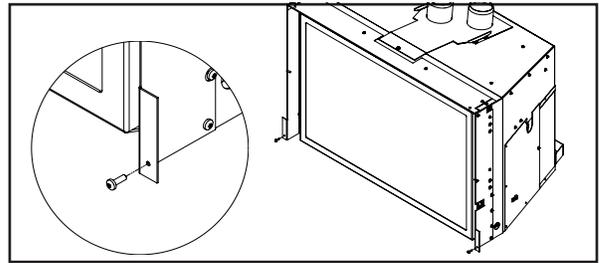

Figure 40: installation de vis à panneau réglable
**INSTALLATION:** À l'aide d'un tournevis T20, vissez une (1) vis n° 8-32 x 0,5 po d'environ 1/4 po au bas de chaque rallonge latérale (voir la figure 40).